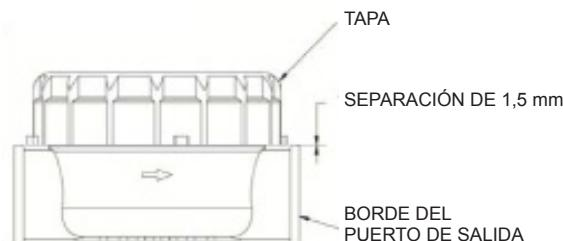

Figura 3
- Enrosque la tapa del medidor manualmente. Para verificar el apriete, debería haber una separación de aproximadamente 1,5 mm entre la tapa y el borde del puerto de salida (consulte la Figura 3).